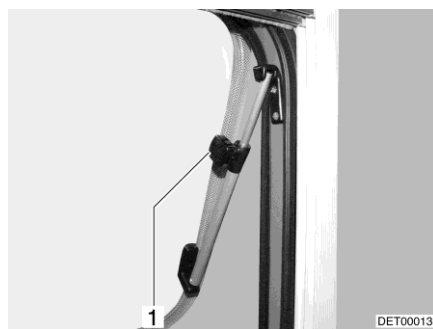

Fig. 90 Oblò con deflettori a rotazione, aperto
- Aprire l'oblò fino alla posizione desiderata e fissarlo mediante il pomello zigrinato (Fig. 90,1).
- Ruotare il pomello zigrinato (Fig. 90,1) fino a che l'arresto viene sbloccato.